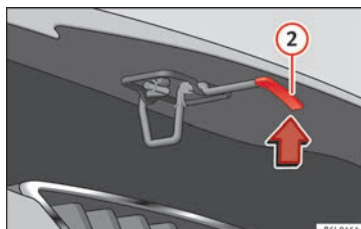

Bild 7 Spak under motorhuv
- Lyfta upp motorhuv: tryck frigöringsspärren på motorhuvens undersida uppåt »» bild 7 ②. Bromskroken på motorhuvens undersida lossas.